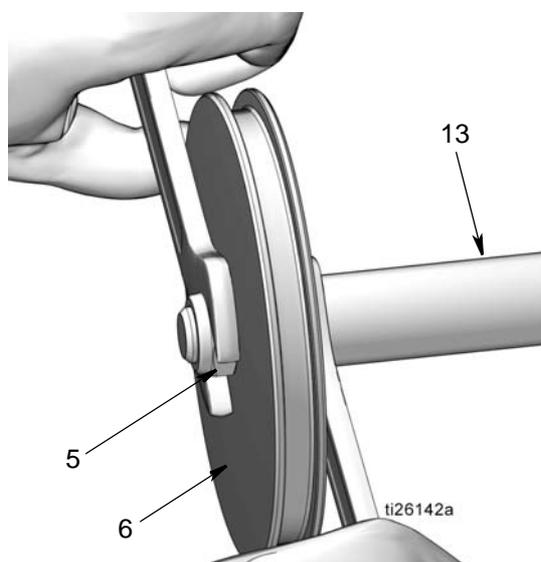

Рис. 48
- d. Накрутите гайку (5) поверх конца штока поршня (13). Используйте два гаечных ключа, действуя в противоположных направлениях, для затягивания гайки. Зафиксируйте один открытый конец гаечного ключа на лысках штока поршня, и используйте второй гаечный ключ для затягивания гайки (5), как показано на Рис. 48.